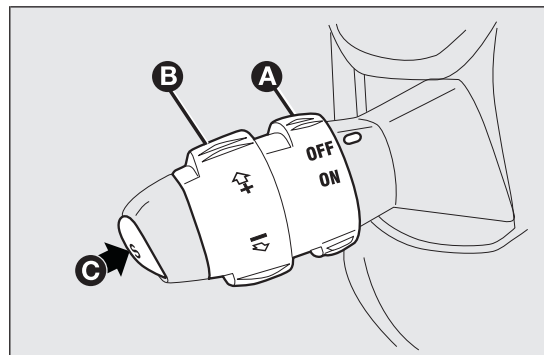

fig. 42
Tourner le sélecteur A fig. 42 sur ON.
- ☐ tourner le sélecteur A fig. 42 sur ON et, en appuyant sur la pédale d'accélérateur, amener le véhicule à la vitesse souhaitée ;
- ☐ appuyer sur le bouton C fig. 42.
- ☐ en tournant momentanément le sélecteur B fig. 42 vers le haut (+).
- ☐ en maintenant le sélecteur B fig. 42 tourné vers (–) jusqu'à atteindre la nouvelle vitesse qui sera automatiquement mémorisée.
Tourner le sélecteur A fig. 42 sur OFF ou la clé de contact sur STOP. Par ailleurs, le dispositif est automatiquement désactivé dans l'un des cas suivants:
En cas de dysfonctionnement ou d'anomalie du dispositif, tourner le sélecteur A fig. 42 sur OFF et s'adresser au Réseau Après-vente Fiat après avoir vérifié le bon état du fusible de protection.